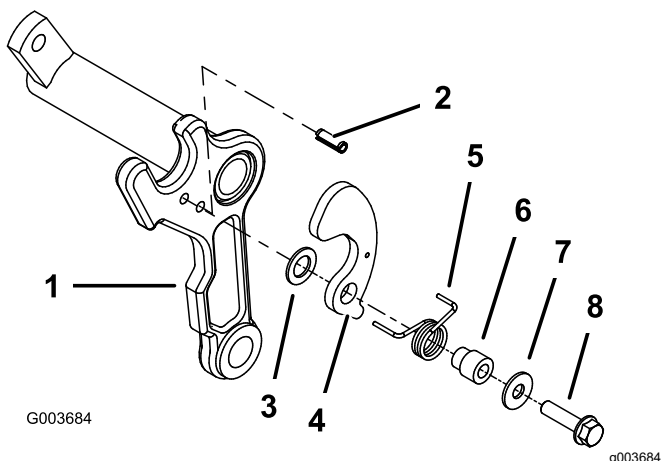

图 3
- 将一个柱销安装到每个滚刀组承载架相应一侧的下孔中 图 3。
- 在安装柱销的承载架相同侧安装塑料垫圈、集草斗支架、扭转弹簧、集草斗环、扁平垫圈11/32 x 7/8 英寸和螺栓5/16 x 1-1/4 英寸请参阅 图 3。